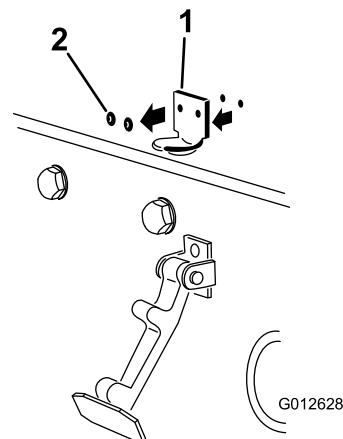

Figure 3
2. Retirez les (2) rivets qui fixent le support du verrou au capot (Figure 3) et déposez le support du capot.